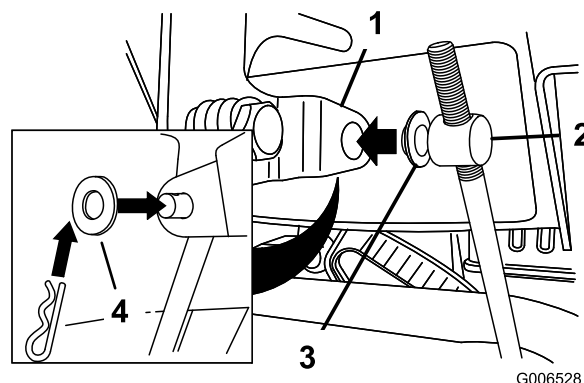

Рисунок 11
- Выньте шплинт и снимите внешнюю шайбу с цапфы на верхнем конце штока управления скоростью (Рисунок 11).
Примечание: Для облегчения монтажа оставьте плоскую шайбу на цапфе (Рисунок 11).
- Поднимите шток управления скоростью и вставьте цапфу в отверстие рычага переключения скоростей (Рисунок 11).